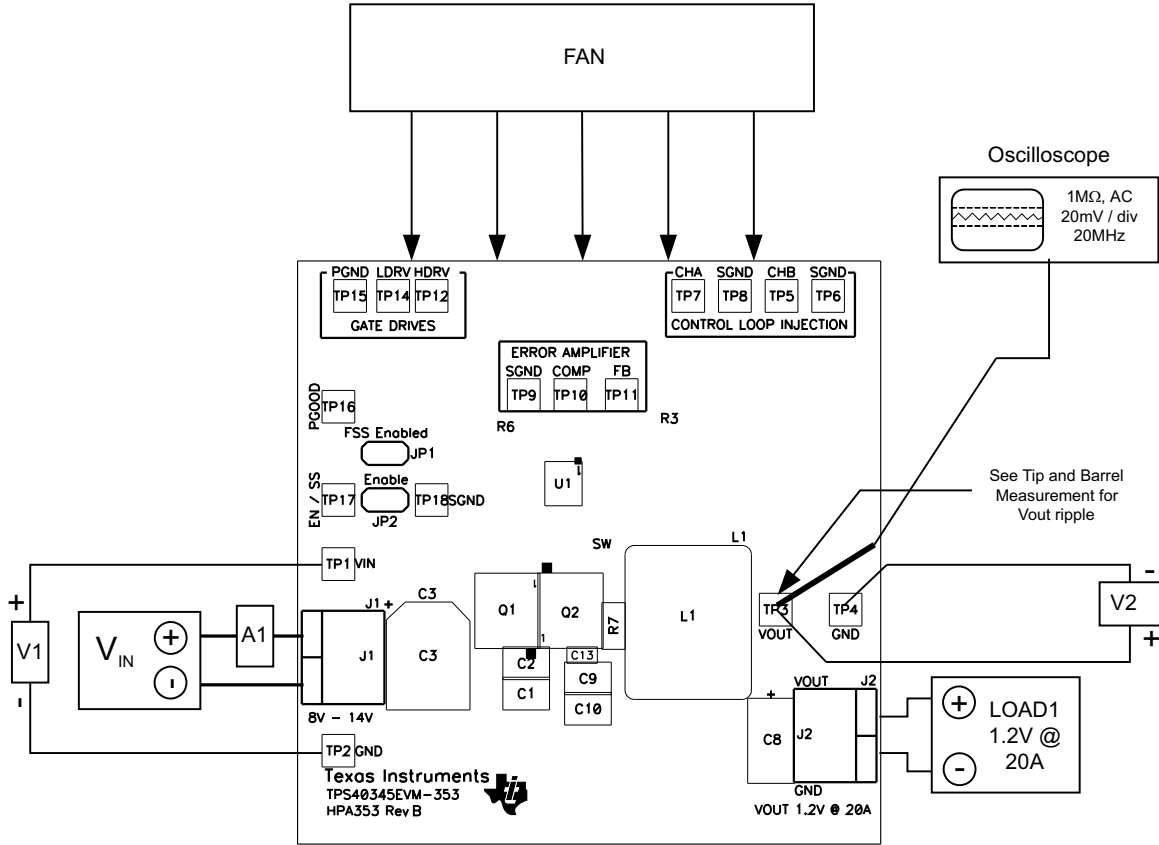

图 5-1. 建议用于 TPS40345EVM-353 的测试设置
8. 按照图 5-1 所示放置风扇并将其打开，确保将空气直接吹过评估模块。